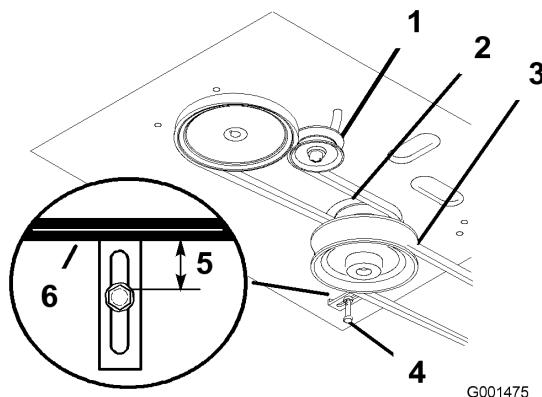

Figura 37
4. Retire la correa del cortacésped; consulte Sustitución de la correa del cortacésped (Figura 37).
5. Afloje el perno de pivote lo suficiente para poder desplazar la polea tensora dentro de la ranura, y retire la correa de tracción de las poleas del motor y de la transmisión (Figura 37).
6. Instale la correa nueva alrededor de las poleas del motor y (Figura 37).
7. Desplace la polea tensora respecto al bastidor del motor para tensar la correa de tracción (Figura 37).
8. Instale la correa del cortacésped (Figura 37).
9. Compruebe que la guía de la correa, situada debajo del bastidor del motor, está ajustada correctamente (Figura 37).